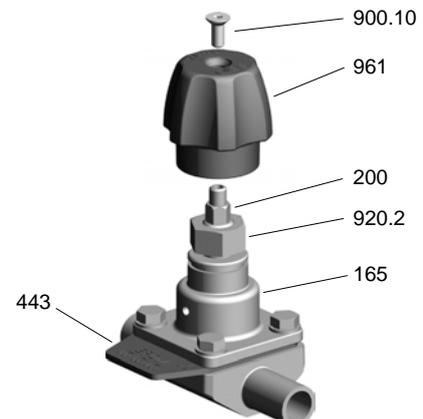

Figura 4: SISTO-C HV.510/.520
5. Dopo l'applicazione della vite [900.10] il volantino [961] rimane saldamente fissato sull'asta [200] (vedere figura 4).